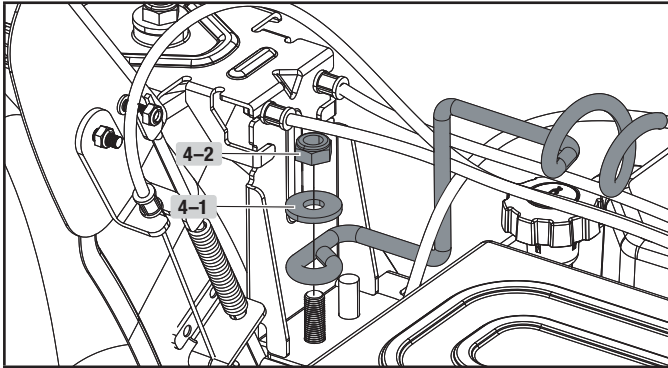

Figure 4
- Placez la tige de support pour câblage de la goulotte d'éjection sur le support d'éjection à l'aide de la rondelle (4-1) et de l'écrou (4-2). Serrez bien l'ensemble (figure 4) en utilisant l'outil inclus ou vorte proper cle de 16mm. Cette tige sert de guide par lequel tous les câbles passent au-dessus du moteur depuis la zone de la goulotte.